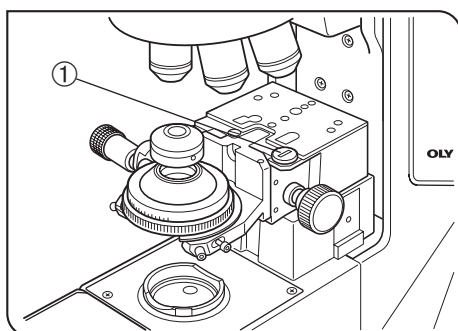

Рис. 26
(Рис. 26 и 27)
⊙ В ряде случаев невозможно навести фокус конденсора на образец в чашке. Чтобы предотвратить это, извлеките заранее стопорный винт ① на установочной секции адаптера столика BX3-STAD (рис. 26).